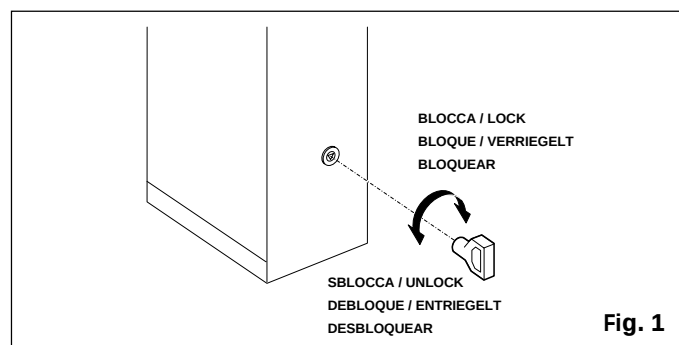
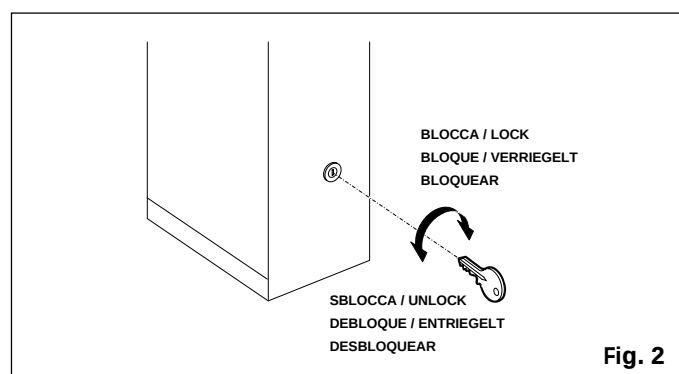

Fig. 1
Fig. 2
- Durante el cierre, aflojar ligeramente y volver a enroscar el tornillo de salida de aire del pistón sin el muelle de equilibrio (fig. 1 ref. 11).
- Insertar la llave triangular (fig. 1) o personalizada (fig. 2) en la cerradura, y darle una vuelta hacia la izquierda.